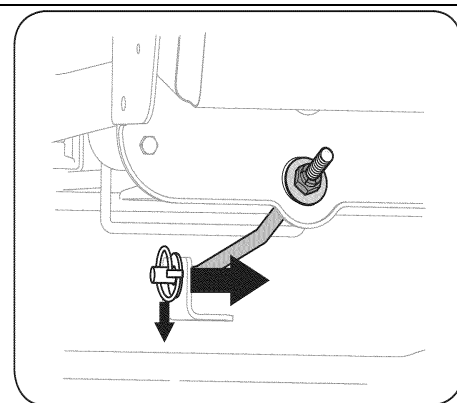

Рис. 13
9. Извлеките петлеобразный шплинт, используемый для крепления стержня стабилизатора на деке. Снимите подъемную тягу с установочного кронштейна, как показано на Рис. 13.
- a. Приподнимите деку к раме трактора и присоедините стабилизирующие тяги, как показано на Рис. 13.